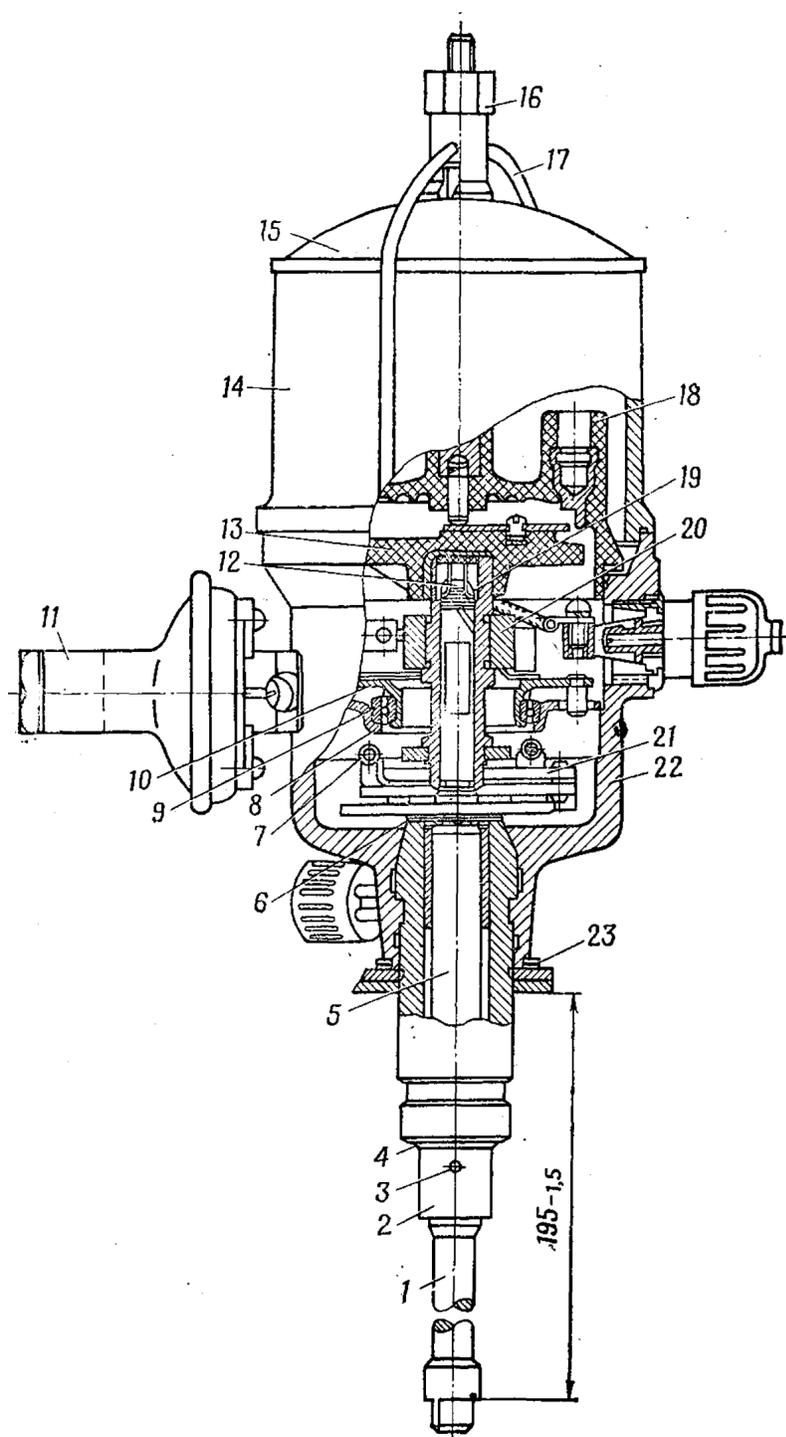
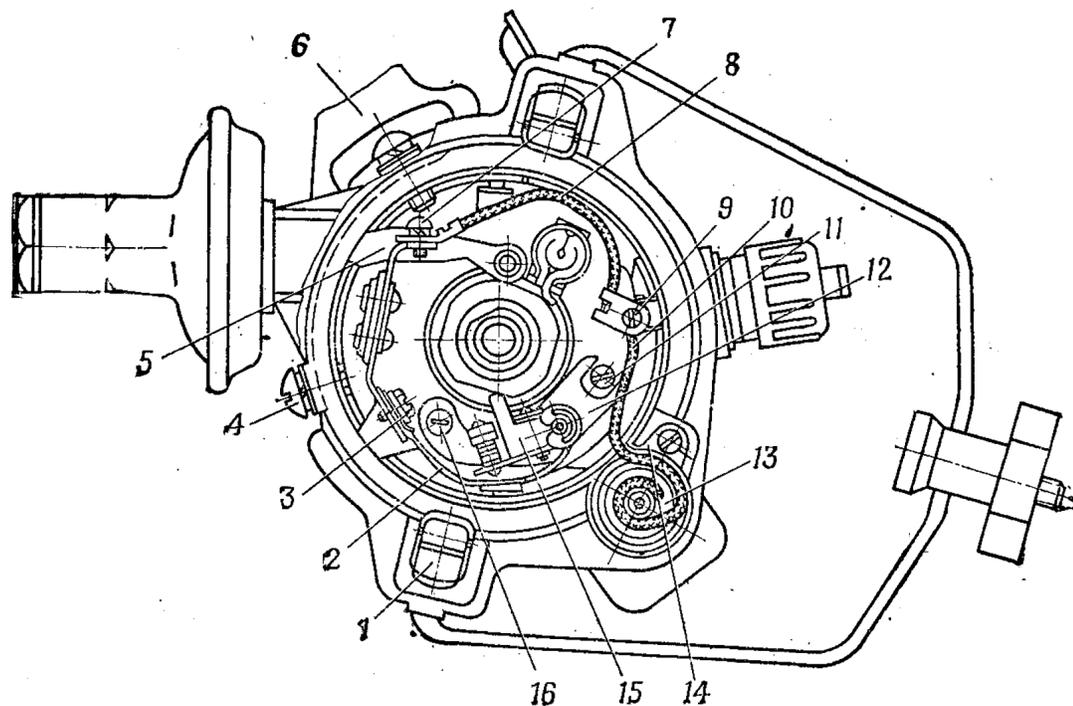
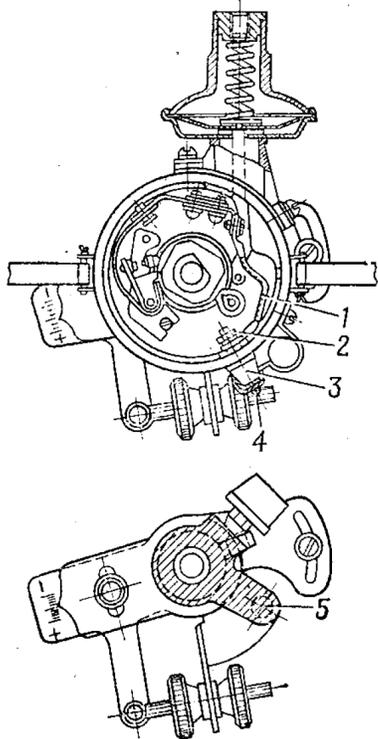

Рис. 164. Распределитель Р53-Б (продольный разрез):
Рис. 165. Распределитель Р53-Б (вид сверху):
Рис. 166. Распределитель Р23
<p>Разборка распределителя Р53-Б (Р-23)</p> <p>1. Отвернуть гайку-барашек 16 (рис. 164) винта коромысла 17 крепления корпуса 14 экрана, снять корпус экрана и крышку 15. Переход 1 для распределителя Р23 не выполняется</p> <p>2. Отвести пружины крепления крышки 18 распределителя, снять крышку и бегунок 13</p> <p>3. Вывернуть винт 9 (рис. 165) с шайбами крепления провода 10 конденсатора и соединительного провода 8 и отъединить наконечники проводов от клеммы штепсельного разъема. Переход 3 для распределения Р23 не выполняется</p>	<p>Отвертка В 175×0,7</p> <p>—</p> <p>Отвертка В 175×0,7</p>
4. Вывернуть винт 4 (рис. 166) с пружинной шайбой, снять скобу, отъединить наконечник провода конденсатора. Отвернуть гайку 2 крепления провода 1 к клемме 3, отъединить наконечник провода 1, снять клемму 3 и ее изоляционную втулку.
5. Нанести метки на корпусе 22 (рис. 164) распределителя и фланце вакуумного регулятора 11
6. Вывернуть винты 4 (рис. 165) с пружинными и плоскими шайбами и снять вакуумный регулятор с корпуса распределителя, отъединив его тягу 5 от оси пластины прерывателя
7. Вывернуть винты крепления пластины 8 (рис. 164) с пружинными шайбами и вынуть пластину 10 в сборе с контактами из корпуса 22 распределителя.
8. Снять с оси контактной стойки 12 (рис. 165) замковую шайбу, плоские стальные и текстолитовые шайбы
<p>11. Нанести риски на боковых поверхностях подвижной 10 (рис. 164) и неподвижной 8 пластин прерывателя</p>	Напильник
<p>13. Вывернуть винт 14 (рис. 165) с пружинной шайбой, снять скобу крепления конденсатора 13 и вынуть конденсатор 13 из корпуса прерывателя. Переход 13 для распределителя Р23 не выполняется</p>	То же
<p>15. Вывернуть болт 5 (рис. 166) с пружинной шайбой и снять октан-корректор и регулировочные шайбы 23 (рис. 164)</p>	Ключ 11—14
22. Смазать оси грузиков 21 (рис. 164) центробежного регулятора маслом для двигателя и надеть на них грузики. Установить пружины грузиков 21
<p>25. Надеть на валик 5 распределителя плоскую шайбу 6 и установить его в корпус 22 распределителя, предварительно смазав маслом для двигателя</p> <p>26. Установить валик 1 прорезью на хвостовик валика 5, совместить их отверстия и вставить в отверстия штифт</p> <p>27. Надеть на валик 5 регулировочную шайбу 4, муфту 2, совместив отверстия в валике 5 с отверстиями в муфте 2, вставить в отверстия штифт 3 и расклепать его с двух сторон. Осовой люфт валика распределителя допускается не более 0,25 мм. Осовой люфт валика 5 распределителя регулировать подбором толщины шайбы 4, устанавливаемой между торцом хвостовика корпуса распределителя и муфтой 2</p> <p>28. Установить на хвостовик корпуса распределителя регулировочные шайбы 23, октан-корректор, закрепить его болтом с пружинной шайбой и проверить размер 193,5—195 мм. Расстояние от опорной поверхности нижней пластины октан-корректора до установочного выступа на конце промежуточного валика 1 должно быть 193,5—195 мм. Размер 193,5—195 мм устанавливать подбором толщины регулировочных шайб, устанавливаемых между верхней пластиной октан-корректора и корпусом прерывателя</p> <p>29. Установить на место конденсатор и закрепить его скобой и винтом 14 (рис. 165) с пружинной шайбой. Переход 29 выполняется только для распределителя Р53-Б, на распределителе Р23 конденсатор крепится двумя винтами с пружинными шайбами. Под один из винтов устанавливается скоба крепления его провода</p>	<p>Посуда для масла; кисть волосяная</p> <p>—</p> <p>Молоток АЗ</p> <p>Ключ 11—14; линейка 300; штангенциркуль ШЦ-II-200</p> <p>Отвертка В 175×0,7</p>
<p>30. Напрессовать на обечайку подвижной пластины 10 (рис. 164) подшипник 9, смазать его смазкой ЦИАТИМ-201, надеть на подшипник обечайку неподвижной пластины 8, установить пружинные держатели неподвижной пластины, подсоединить к ней неизолированный массовый провод и закрепить держатели и массовый провод винтами с пружинными шайбами.</p> <p>При установке неподвижной пластины на подшипник совместить риски, нанесенные на боковых поверхностях пластин</p> <p>31. Установить стойку 12 (рис. 165) с неподвижным контактом, вернуть винт 16 с плоской и пружинной шайбами, не затягивая его</p> <p>32. Надеть на ось стойки 12 стальную и текстолитовую шайбы, установить рычаг 15 в сборе; надеть на ось текстолитовую, стальную и замковую шайбы.</p> <p>Количество и толщина текстолитовых шайб, устанавливаемых между контактной стойкой 12 и рычагом 15 и между рычагом 15 и замковой шайбой, должны быть такими, чтобы обеспечить соприкосновение подвижного и неподвижного контактов по всей их рабочей поверхности и отсутствие заметного осевого люфта рычага 15.</p> <p>Поверхность контактов должна быть зачищена, непараллельность контактов свыше 0,15 мм не допускается</p> <p>33. Присоединить пружину 2 рычага 15 к кронштейну подвижной пластины прерывателя и вернуть винт со скобой и пружинной шайбой</p> <p>34. Установить пластину 10 (рис. 164) в сборе с контактами в корпус 22 распределителя и закрепить ее винтами с пружинными шайбами</p>	<p>Оправка; отвертка В 175×0,7; посуда для смазки; кисть волосяная</p> <p>Отвертка В 175×0,7</p> <p>Отвертка В 175×0,7</p> <p>То же</p>
<p>35. Установить вакуумный регулятор на корпус распределителя, соединить тягу 5 (рис. 165) с осью подвижной пластины, совместить метки на корпусе распределителя и фланца регулятора, вернуть винты 4 с плоскими и пружинными шайбами и затянуть</p>	<p>Отвертка В 175×0,7</p>
<p>36. Установить на стержень клеммы 3 (рис. 166) изоляционную втулку, вставить стержень клеммы 3 в корпус распределителя, надеть на стержень наконечник провода 1 и навернуть гайку 2 с пружинной шайбой и затянуть</p> <p>Переход 36 выполняется только на распределителе Р23</p>	<p>Ключ 6—8</p>
<p>39. Установить на кулачок 20 (рис. 164) бегунок 13, установить крышку 18 и закрепить ее пружинами 1 (рис. 165)</p>	<p>—</p>
<p>40. Установить корпус 14 (рис. 164) экрана, крышку 15 и закрепить их на корпусе распределителя гайкой-барашком 16 коромысла 17.</p> <p>Переход 40 на распределителе Р23 не выполняется</p>	—